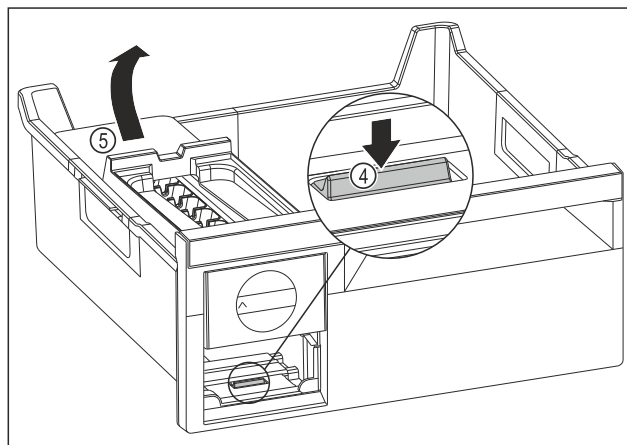

Fig. 242
- ▶ Извлеките корпус EasyTwist-Ice: Надавите пальцем вниз на накладку Fig. 242 (4) и одновременно другой рукой поднимите корпус EasyTwist-Ice Fig. 242 (5) сзади.